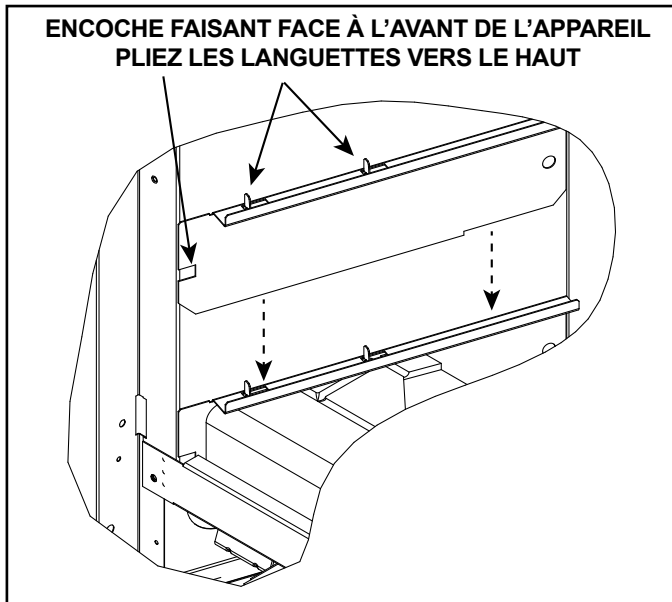
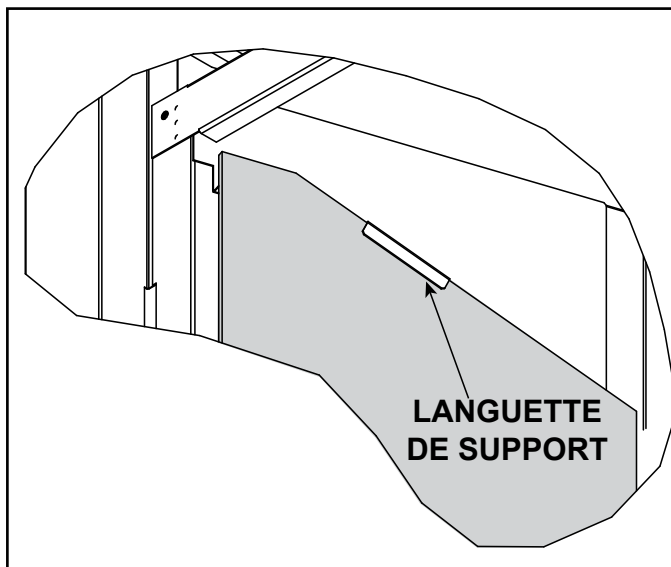

Figure 11.7 Installation du support de vitre inférieur (côté gauche montré)
Figure 11.15 Installation du panneau de verre gauche
1. Retirez les supports inférieurs en verre de l'emballage du réfractaire supérieur. Détachez les supports, puis plier vers le haut les languettes prévues pour le pliage manuel. Voir la Figure 11.7.
Installez les supports de vitre inférieurs gauche et droit en les plaçant entre les bords extérieurs des parties du foyer gauche et droit, l'encoche étant tournée vers l'avant de l'appareil. Ces pièces s'insèrent parfaitement entre les parois du foyer et la boîte à feu. Voir la Figure 11.7.
7. Installez le panneau en verre gauche en insérant celui-ci par l'avant. Faites glisser le panneau dans le support de vitre inférieure entre la languette repliée vers le haut et le coude en U, comme indiqué à la Figure 11.7. Cela créera un espace entre la vitre et la boîte à feu. Glissez le panneau arrière jusqu'à ce qu'il touche le panneau de verre arrière. Assurez-vous que la languette de support illustrée à la Figure 11.15 est repliée vers le bas sur chaque support de vitre supérieur pour fixer les panneaux de verre gauche/droit. Répétez l'étape 7 pour l'installation du panneau en verre droit.